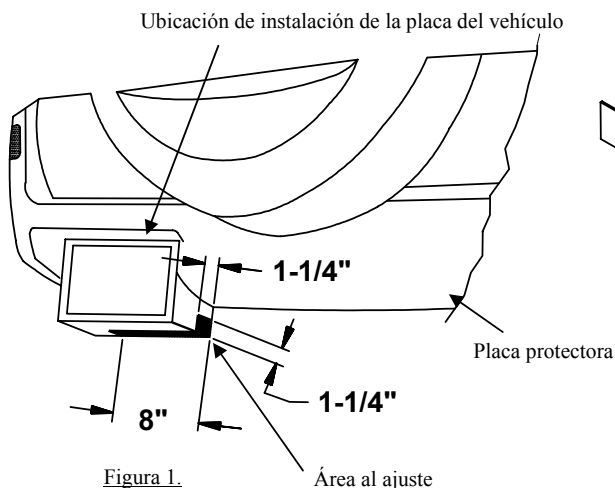

Figura 1.
①	Cant. (4)	Perno hexagonal, M12 x 1.25 x 35mm CL8.8
②	Cant. (4)	Arandela dentada cónica ½
2. Con un lapicero con punta de fieltro, mida y marque un reborde en la placa protectora que se ha descrito en la Figura 1.